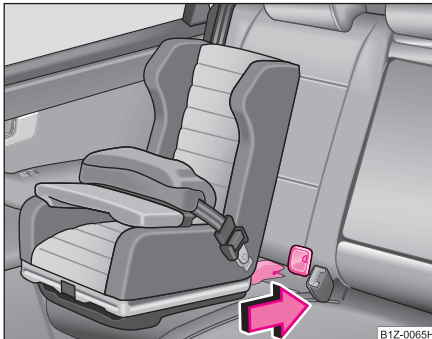

Abb. 125 Der ISOFIX-Kindersitz wird in die montierten Aufnahmebohrer geschoben
- Schieben Sie die Rastarme des Kindersitzes über die montierten Aufnahmebohrer in die Halteösen, bis er hörbar einrastet ⇒ Abb. 125.